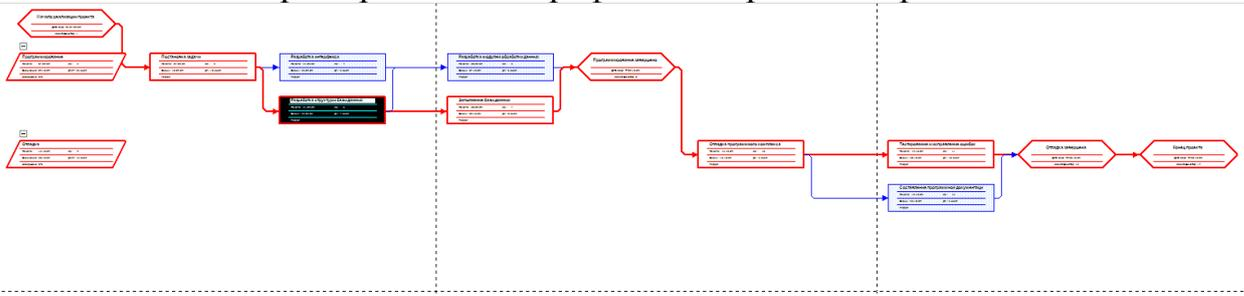

Рис. 4.19. Пример сетевого графика
**Макет диаграммы** позволяет определить способ отображения связей и отрезков задач: *Формат/Макет (Макет* из контекстного меню области диаграммы). Окно макета изображено на рис. 4.19.
На сетевом графике задачи изображаются блоками, соединёнными стрелками в соответствии с взаимосвязями работ. Это представление не имеет таблицы. Пример сетевого графика изображён на рис.4.19.